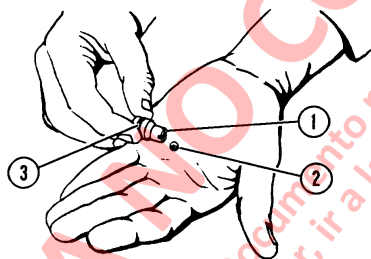

FIGURA 8-7. CABEZAL MÓVIL Y BOLA
3. Saque el cabezal móvil (1, Figura 8-7) de la cubierta del carrete. Saque y bote el anillo de goma (3).